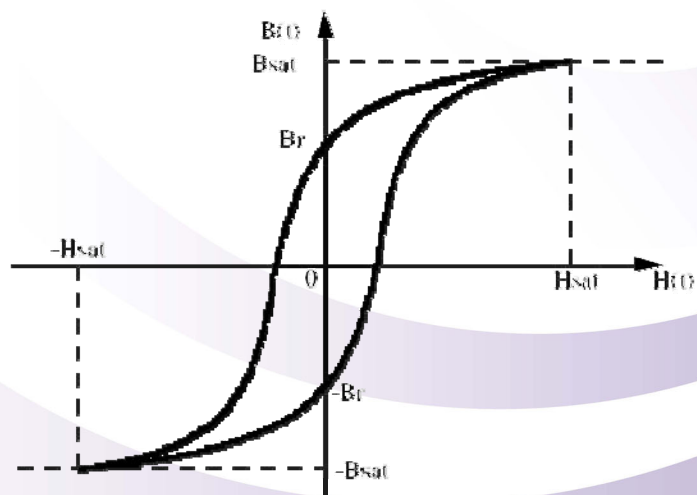

Fig. 3: Cycle d'hystérésis magnétiques
En fonctionnement permanent sur réseau alternatif (AC), le champ magnétique H (et donc le courant de la bobine) varie en fonction de l'induction B suivant le cycle d'hystérésis (fig.3).